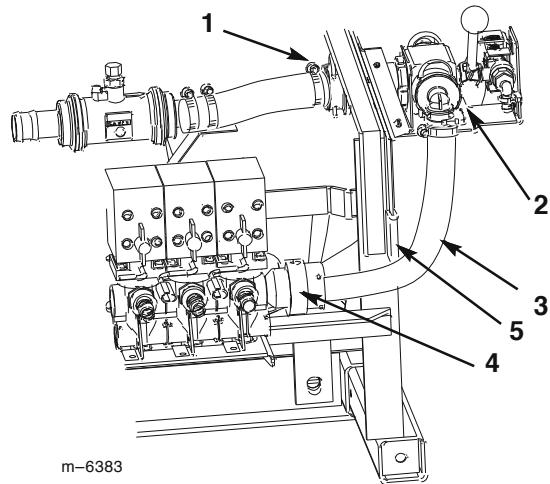

図14
3. ブーム送液ホースに取り付けたフィッティングを制御バルブ・アセンブリに接続し、上記で外したリテナを使って固定する(図14)。
10. 制御バルブ・アセンブリのホース(大)のフィッティングを、ブーム送液バルブ右側のフィッティングに接続する(図14)。
11. ホース(大)を制御バルブから外し、バルブの内側を確認する(図14)。チェック・ボールの開口部が上向きにカーブしているのが見えれば適正。見えない場合は、開口部が完全に見えて上向きにカーブするまでボールを回転させる。
12. ホース(大)を制御バルブに接続する(図14)。
13. ホースの保護のため、フレームの端部をゴム製のトリム・ピースで覆う(図14)。